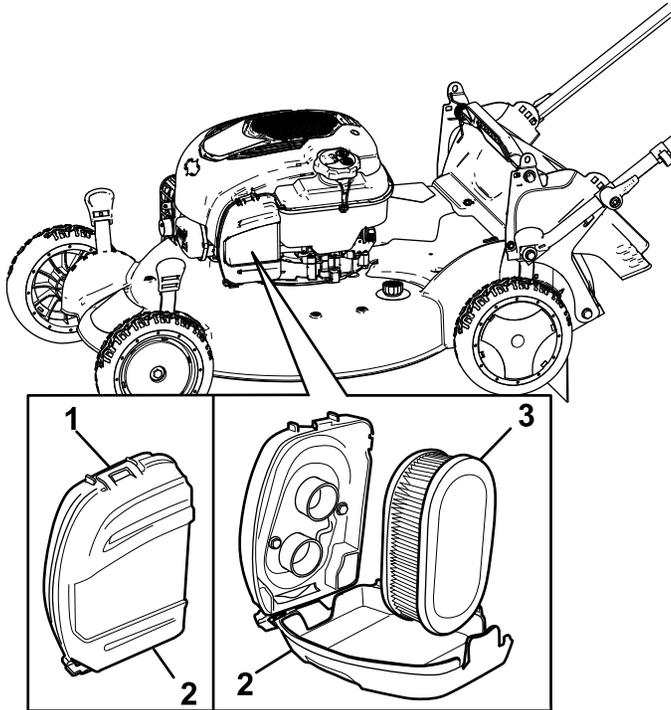

Figura 27
1. Utilice un destornillador para abrir la tapa del filtro de aire (Figura 27).